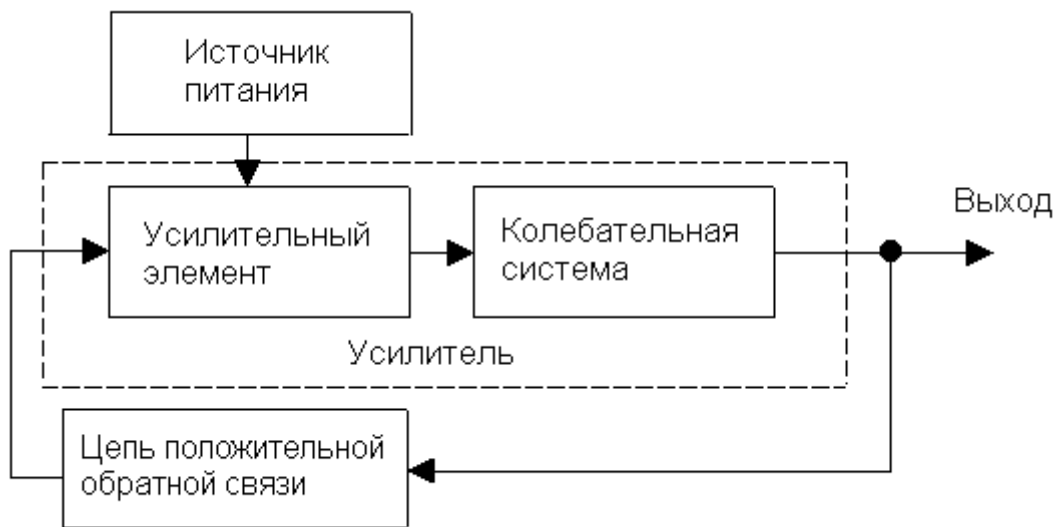

Рисунок 26. Структурная схема автогенератора.
Любой автогенератор электрических колебаний представляет собой усилитель, охваченный цепью положительной обратной связи (ПОС), рисунок 26. При этом часть выходного напряжения U_{oc} через цепь ПОС поступает на вход усилителя в фазе входным напряжением, обеспечивающим заданное значение $U_{вх}$. Чтобы амплитуда выходного напряжения не изменилась, должно быть выполнено условие $U_{oc} = U_{вх}$. Так как $U_{вх} = U_{вых}/K_{и}$ и $U_{oc} = \beta U_{вых}$, то из равенства $U_{oc} = U_{вх}$ следует $\beta U_{вых} = U_{вых}/K_{и}$ или $K_{и}\beta = 1$ (10).